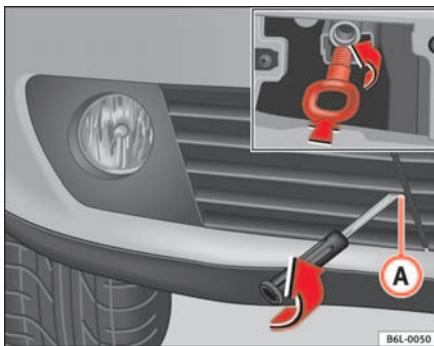

Fig. 157 Argolla de remolque delantera
- Extraiga el tornillo A **⇒ página 233, fig. 157.**